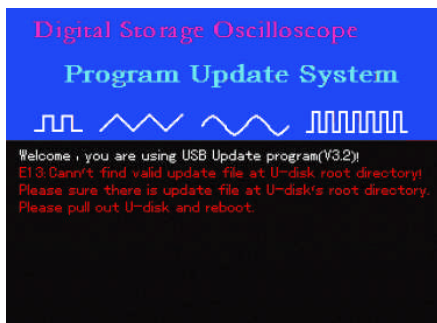

图5-8
3、升级时，如果升级系统没有在U盘根目录下找到程序升级文件，将出现图5-8所示，提示“在U盘的根目录下，没有找到有效的程序升级文件，请确认程序升级文件已经拷贝到U盘的根目录下。请您拔出U盘，重启示波器”。